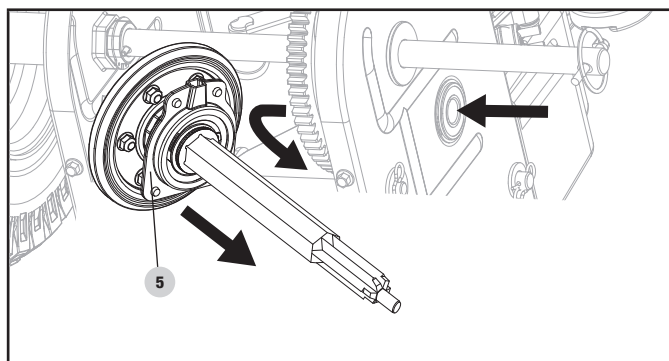

Figure 34B
5. Positionnez prudemment l'arbre hexagonal vers le bas et la gauche avant d'enlever l'assemblage du disque d'embrayage (5) de l'arbre en le faisant glisser prudemment. (figure 34B)